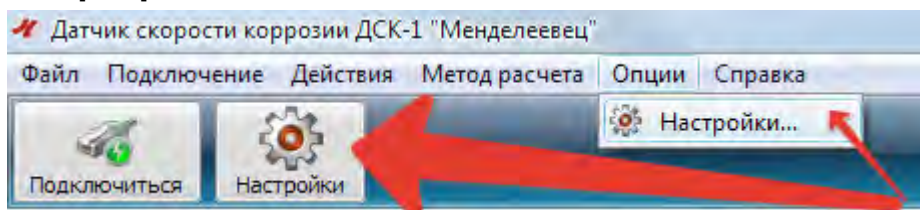

Рисунок 17 – Вызов меню «Настройки»
3.5.2 Доступ в меню настройки программы осуществляется путем нажатия на кнопку «Настройки» в основном окне программы, либо в подменю «Опции» - «Настройка» (рисунок 17).